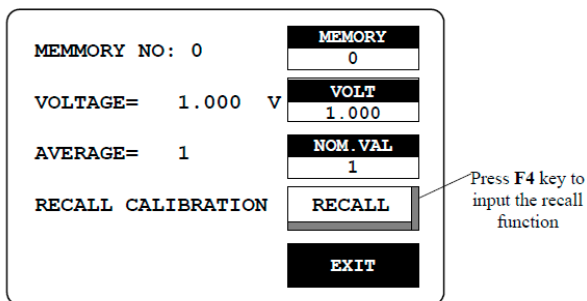

Figure 8-3
- F4 キーで“RECALL CALIBRATION”を選択します (図 8-3)